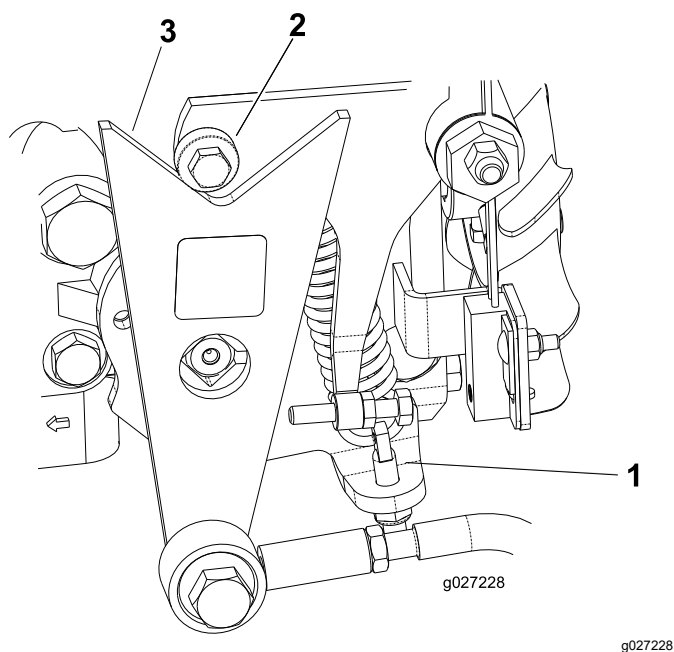

Figura 49
- Se le ruote girano nella direzione corretta, spegnete il motore e regolate il dado di bloccaggio del perno di regolazione della molla (**Figura 49**). Regolate la posizione per la folle; fate riferimento a Regolazione della trazione per la folle \(pagina 34\).